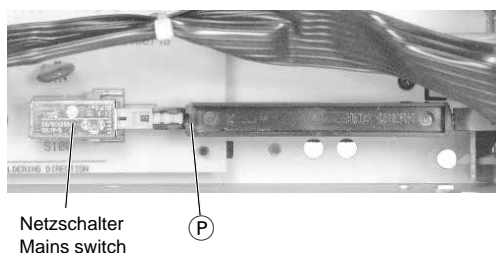
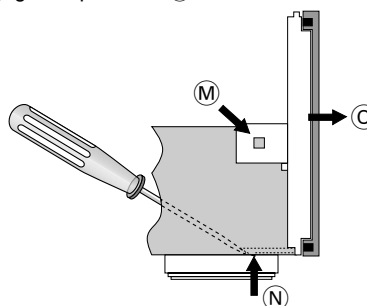

Fig. 4
Fig. 5
- Netzschalter (Fig. 4) in Stellung "AUS" schalten.
- Laschen (M) links und rechts der Frontblende sowie 2 Haltezapfen (N) am Gehäuseboden ausrasten (Fig. 5).
- Frontblende (O) vorsichtig nach vorne abziehen.
- Netzschalterstößel (P) (Fig. 4) ausrasten.
- Set the mains switch (Fig. 4) to "OFF".
- Disengage the lugs (M) on the left and right of the front panel and 2 prongs (N) on the bottom of the cabinet (Fig. 5).
- Pull the front panel (O) carefully towards the front.
- Disengage the push-rod (P) of the mains switch (Fig. 4).